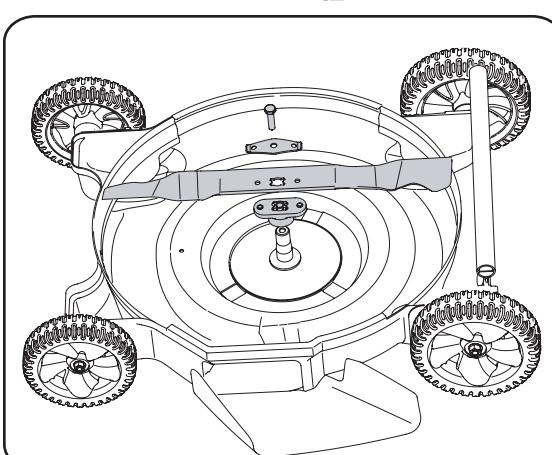

Figure 5-2
9. Placez l'adaptateur de la lame sur le viseur. Voir la Figure 5-2.